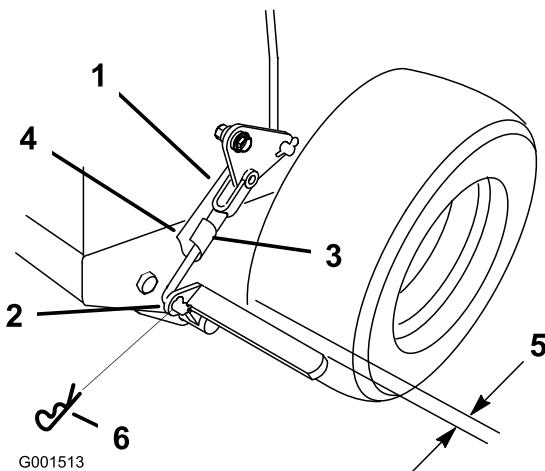

Figure 48
3. Enlevez la goupille fendue élastique de la biellette de frein inférieure (Figure 48).
4. Tournez la biellette de frein inférieure dans le sens horaire dans la chape pour serrer le frein de stationnement; tournez la biellette de frein dans le sens antihoraire hors de la chape pour desserrer le frein de stationnement (Figure 48).
**Remarque:** Un espace d'environ 6 mm (1/4") doit exister entre le pneu et la barre plate lorsque le frein de stationnement est desserré (Figure 48).
5. Fixez la biellette inférieure au levier de frein inférieur avec la goupille fendue et l'axe de chape (Figure 48).